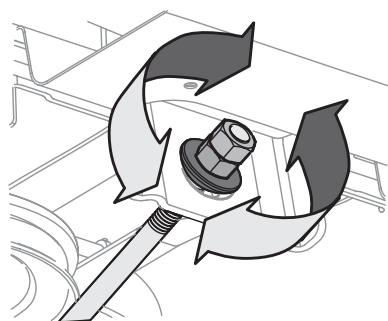

Figure 21
4. Pour relever l'avant du plateau de coupe, desserrez l'écrou supérieur, puis resserrez l'écrou inférieur (tournez vers la droite). Voir Figure 21. Une fois le réglage approprié effectué, serrez l'écrou supérieur à un couple de 25-30 pi-lb (33,9-40,7 N-m).
5. Pour abaisser l'avant du plateau de coupe, desserrez l'écrou supérieur, puis l'écrou inférieur (tournez vers la gauche). Voir Figure 21. Une fois le réglage approprié effectué, serrez l'écrou supérieur.